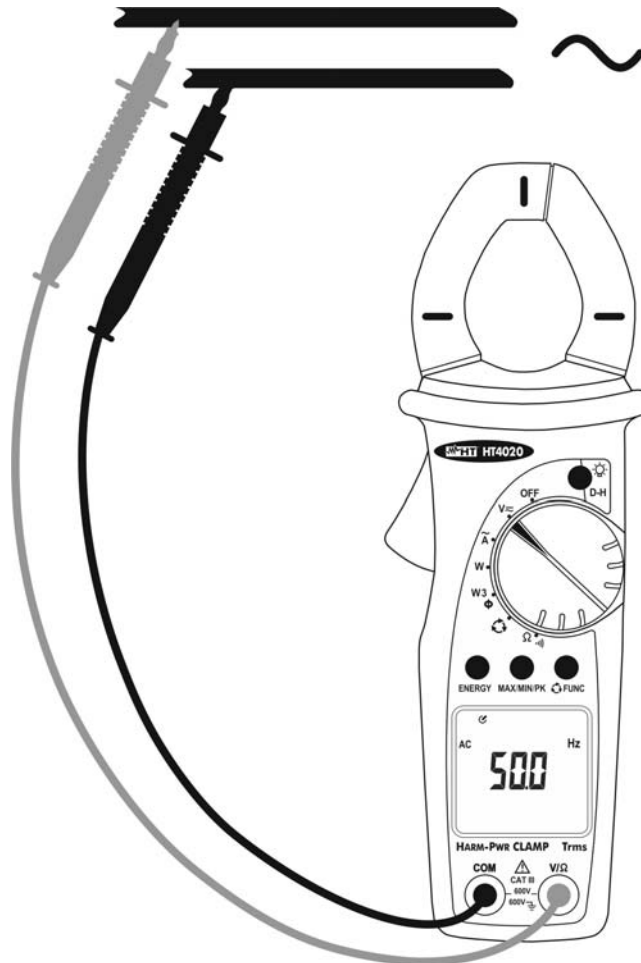

Fig. 5 : Mesure de fréquence de la tension AC
4. Positionner les embouts sur les points désirés du circuit sous test (voir Fig. 5). La valeur de fréquence du signal à l'entrée est affichée à l'écran